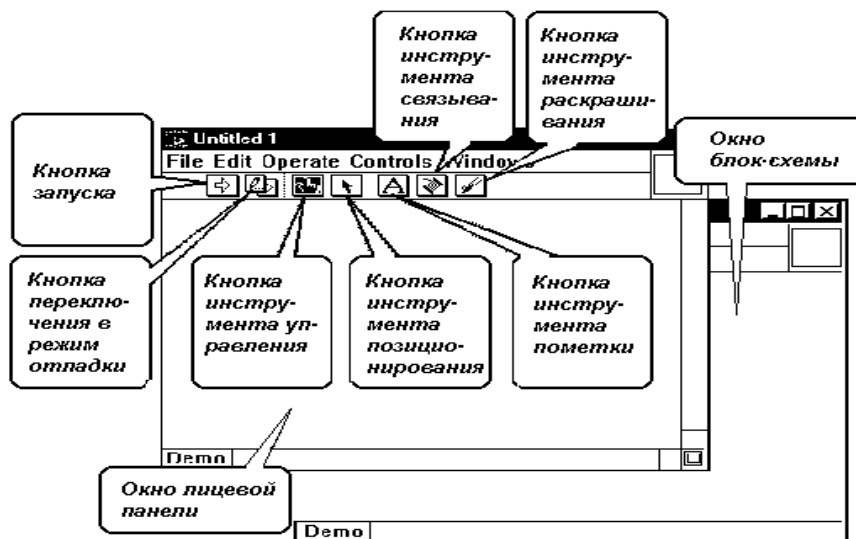

Рисунок 2.1. Вид окон после запуска LabVIEW
Шаг 2. Установите курсор примерно в центре лицевой панели (см. рисунок 2.1). Щелкните правой кнопкой мыши и удерживайте ее до тех пор, пока не появится всплывающее меню “Controls” (“Средства управления”). Вызов всплывающего меню правой кнопкой мыши – наиболее предпочтительный метод создания и изменения объектов LabVIEW.
- щелчком по пиктограмме инструмента пометки (см. рисунок 2.1) выберите инструмент пометки (“буковку”);